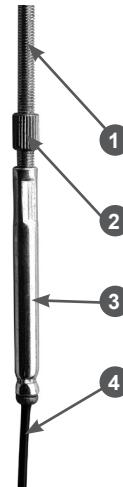

Рис. 10 Регулировка длины троса включения хода
- при необходимости, отрегулируйте длину троса с помощью регулировочной муфты (Рис. 10). Чтобы укоротить трос — накрутите регулировочную муфту 3 на Z-образный наконечник 1 троса. Чтобы удлинить трос — открутите. После регулировки затяните контргайку 2 (Рис. 10).